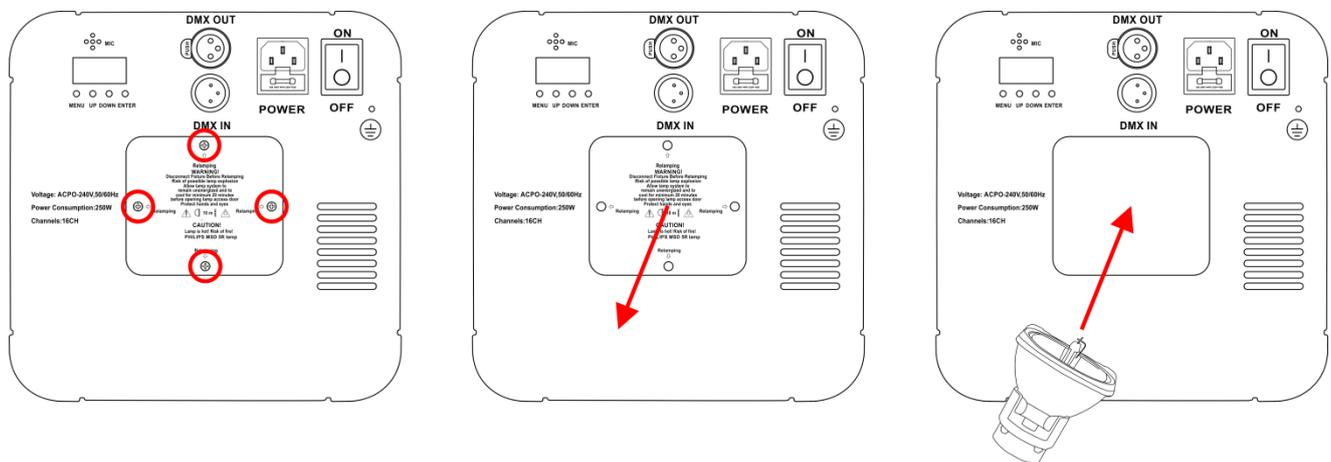

Fig. 03
- 03) Lea las instrucciones de la bombilla. No toque el cristal de la bombilla de la lámpara. (Consulte la Fig. 03.) Los residuos de aceite en las manos reducen la vida útil de la bombilla. (Si toca el cristal de la bombilla, límpielo con un paño limpio sin pelusas y frótelo con alcohol.)